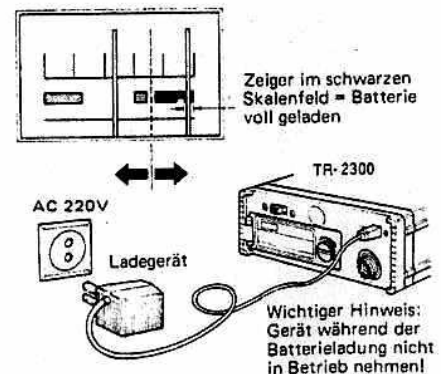

Fig. 5
(1) Vor dem Laden die Batteriespannung, wie auf Seite 7 beschrieben, kontrollieren. Eine Wiederaufladung ist bei Absinken der Batteriespannung auf 9,4 V erforderlich. Der Zeiger des Meßinstrumentes steht dabei zwischen dem roten und schwarzen Skalenfeld.
(2) Vor Anschluß des Ladegerätes den POWER-Schalter in Stellung OFF bringen.
(3) Das Ladegerät ist mit einem Spezialstecker ausgestattet, der in die Buchse an der Rückwand des TR-2300 einzusetzen ist. Siehe Fig. 5. Zum Laden der NC-Batterien ist das Ladegerät wie gezeigt anzuschließen. Bei fast vollständig entladenen Batterien dauert der Ladevorgang ca. 15 Stunden.